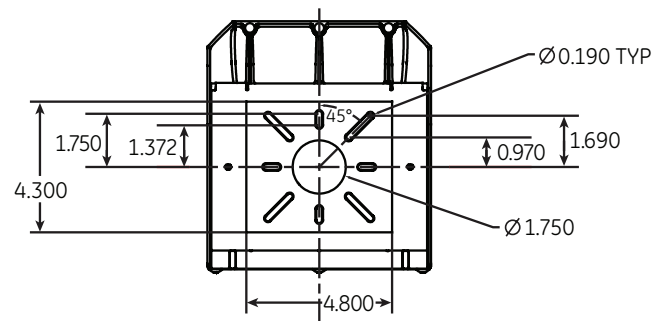

Figure 4: Plate / Mounting Box Installed
- Pour les surfaces irrégulières (parpaing, briques, etc.) mastiquez la plaque de montage ou le boîtier de montage avec un mastic générique non durcissable (non fournis) sur le dessus et les deux cotés (Figure 4).